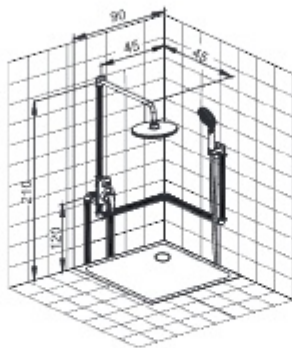

Рис. 1 / 1 сур.
Встраиваемый смеситель с дивертором и двумя выходами предназначен для подключения двух точек водопотребления, например, верхнего душа и душевого шланга (рис. 1).
- В намеченном месте установки душевой системы необходимо подготовить нишу для установки корпуса смесителя, выхода с держателем ручной лейки, кронштейна тропического душа, излива*. Нишу подготавливают путем штробирования стены. Глубину ниши и ее размеры необходимо предусмотреть с учетом размеров элементов душевой системы. При определении глубины ниши необходимо учесть толщину будущей отделки и глубину, на которую могут быть установлены элементы душевой системы от поверхности будущей станы с отделкой. Справочные размеры указаны на рис. 1.